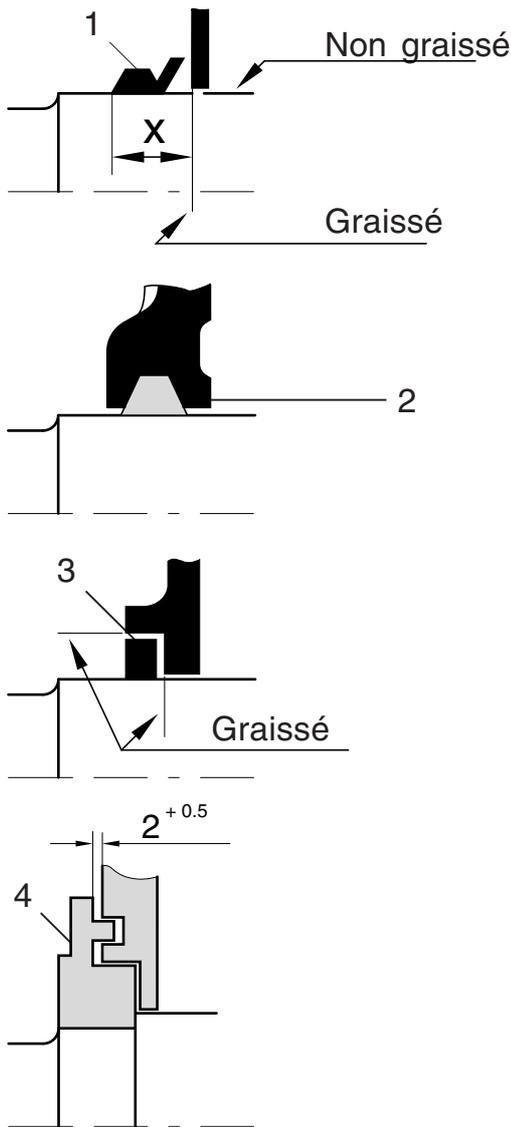
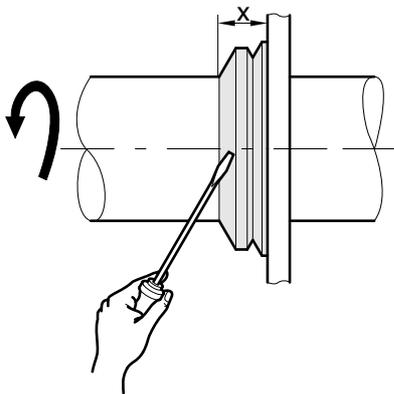

Figure 11: 1 Joint en V
Figure 12: Joint en V.
5.4 Joints de palier (Fig. 11)
- Saturer les nouveaux joints en feutre (2) à chaud (80° C) au moyen d'huile de haute viscosité, avant de les replacer dans le couvercle du palier. L'axe doit glisser sans friction dans le joint et être au contact du joint sur tout son pourtour.
- Retirez les joints d'étanchéité (3) et les joints en V (1) au moyen, par exemple, d'un tournevis, en faisant tourner l'axe (→ Fig. 12).